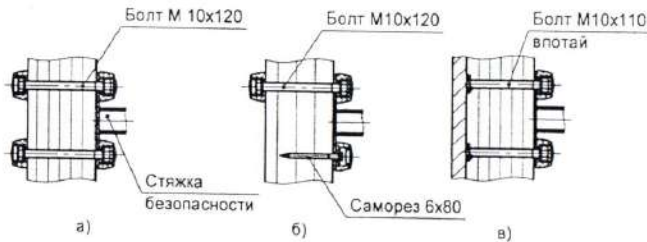

Рисунок 5
- между столбами 1.2-1.3, 1.4-1.5, 1.5-1.6, 2.1-2.2, 2.2-2.3 - болт M10x120-4шт.х5 (рисунок 5а);
у столбов 1.2, 2.5 вверху - болт M10x120-1шт.х2, внизу-саморез 6x80-1шт.х2 (рисунок 5б),
у столбов 1.5, 2.2 - болт M10-х120-2шт.х2 (рисунок 5а);
- между столбами 2.1-2.6 - у столба 2.6-болт M10x110 -2шт. впотай (рисунок 5в),
- между столбами 1.1-1.6 : у столба 1.1 болт M10x110 - 2 шт.впотай (рисунок 5в),
у столба 2.1-болт M10x120-2шт. (рисунок 5а).